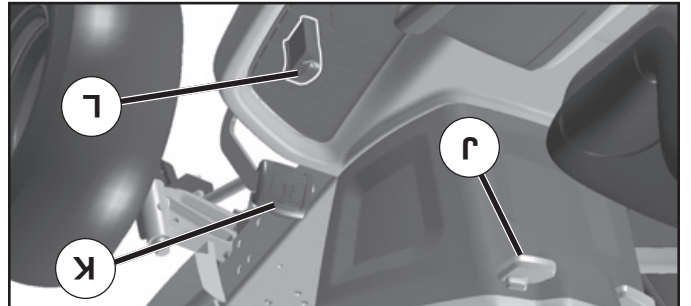

Fig. 20
COMMENT UTILISER LE RÉGULATEUR DE VITESSE (J) (Voir la Fig. 20)
POUR AVANCER ET POUR RECULER (Voir la Fig. 20)